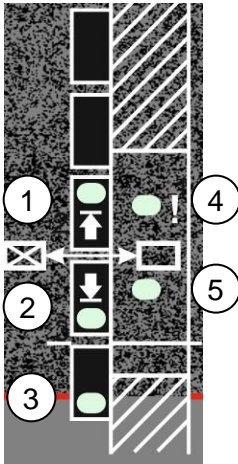

Abbildung 4 - Rauchschutzzentrale
Die Anzeige (3) in der Standard Variante genutzt als "Abräumer in Grundstellung" (Abb. 4 Rauchschutzzentrale) leuchtet, wenn Kontaktleiste nicht betätigt ist.